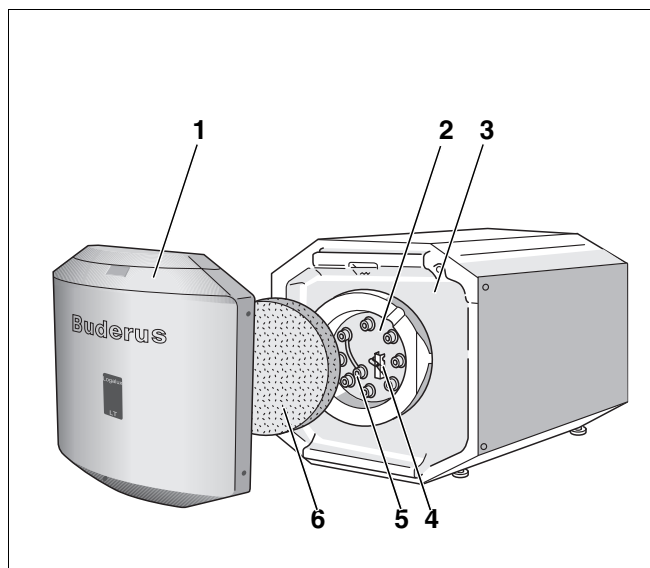

Abb. 1 Warmwasserspeicher Logalux LT135/1 – LT300/1
Der Korrosionsschutz besteht aus der hygienischen Buderus-Thermoglasur DUOCLEAN MKT und einem zusätzlichen kathodischen Schutz durch die Magnesiumanode (Abb. 1, **Pos. 5**), die über den Handlochdeckel (Abb. 1, **Pos. 2**) zugänglich ist.
- Handlochdeckel (Abb. 1, **Pos. 2**) als Wartungs- und Reinigungsöffnung.
- Wärmeschutz (Abb. 1, **Pos. 3**)
Der Wärmeschutz aus FCKW-freiem Polyurethan-Hartschaum ist direkt auf den Speicherbehälter aufgeschäumt. Ein Wärmeschutzelement (Abb. 1, **Pos. 6**) aus Schaumstoff minimiert Wärmeverluste über den Handlochdeckel.
- Anlegetemperaturfühler (Abb. 1, **Pos. 4**)